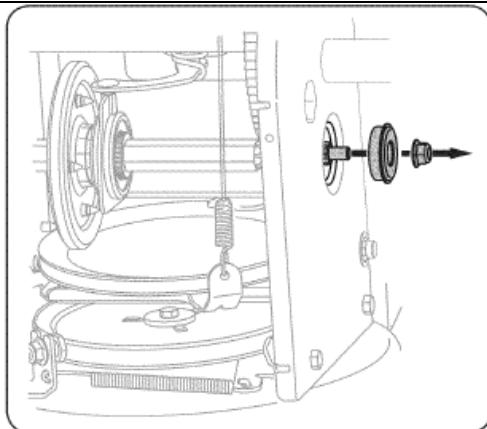

Рис. 30
6. Аккуратно отверните шестигранную гайку и извлеките шайбу, фиксирующую к раме снегоуборщика шестигранный вал. Придерживая вал рукой, извлеките шариковый подшипник с правой стороны рамы снегоуборщика. См. Рис. 30.